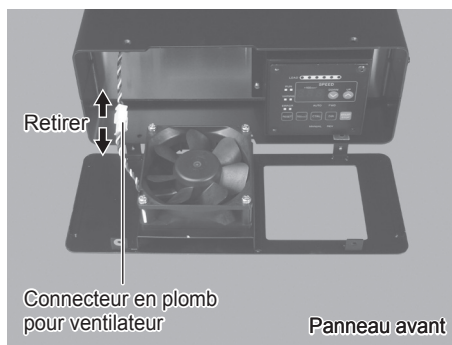

Fig. 40
(5) Retirez le cordon du VENTILATEUR (Fig. 40).